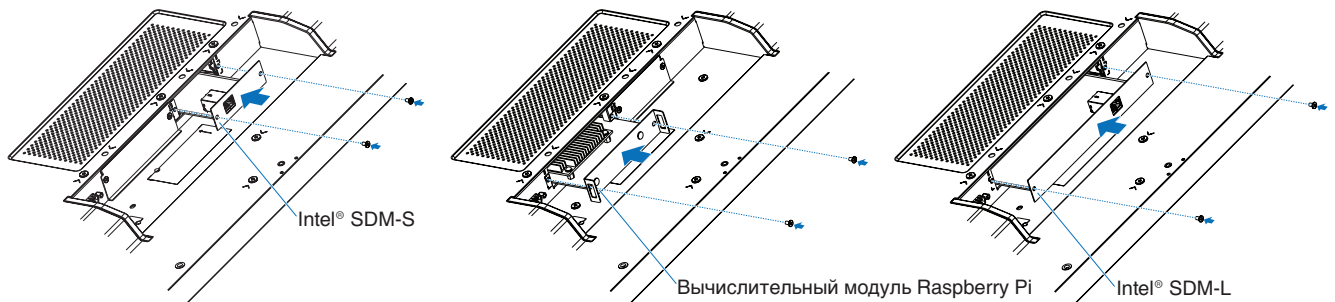

Рис. 2
4. Вставьте дополнительную панель в монитор и присоедините ее при помощи вывернутых винтов (Рис. 2). (Рекомендуемый момент затяжки: 50 – 80 Н•см).